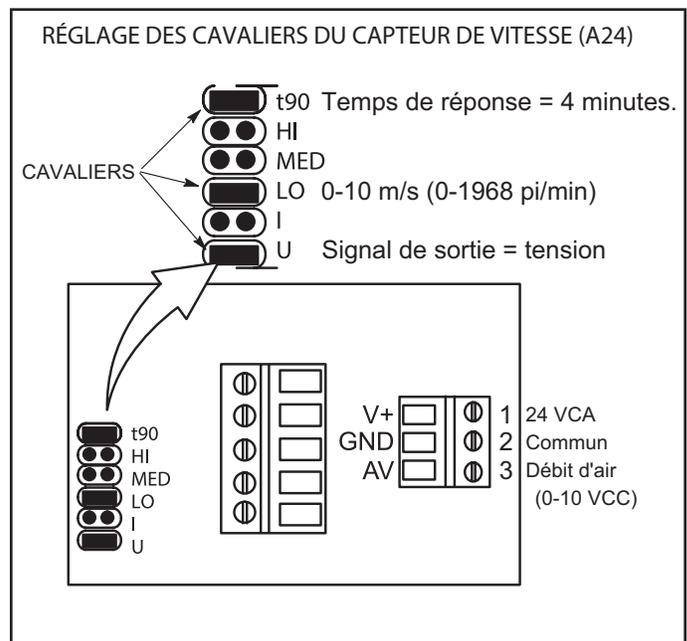

FIGURE 42
**REMARQUE** - Le réglage de l'ID de configuration (H) doit être associé à la position "mini" du cavalier du contrôleur A24 (voir FIGURE 42). Le cavalier est réglé en usine sur la plage mini (0 - 1968 pi/min).